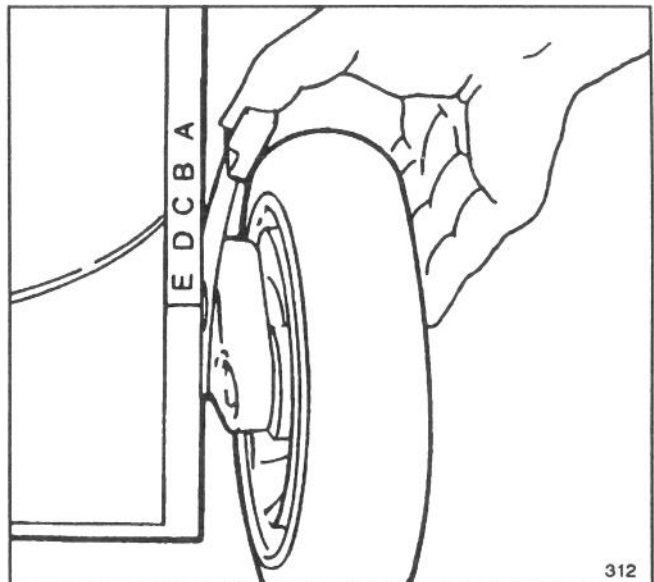

Figure 14
Les cinq lettres imprimées en relief sur le carter de la tondeuse représentent les différentes hauteurs de coupe (Fig. 14).
2. Pour faciliter le réglage, soulever le carter de la tondeuse de manière à ce que la roue ne touche plus le sol. **Ne pas placer les doigts au-dessous de la tondeuse lorsqu'elle est soulevée.** Tirer le levier de réglage contre la roue et le placer sur le cran désiré (Fig. 14). Vérifier que le goujon du levier soit bien engagé dans le logement du carter de la tondeuse. Régler toutes les roues à la même hauteur.